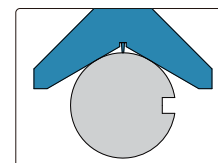

fig.1
---Encaixe a superfície em forma de V do medidor de profundidade na borda cilíndrica completa da peça em teste (fig. 1).